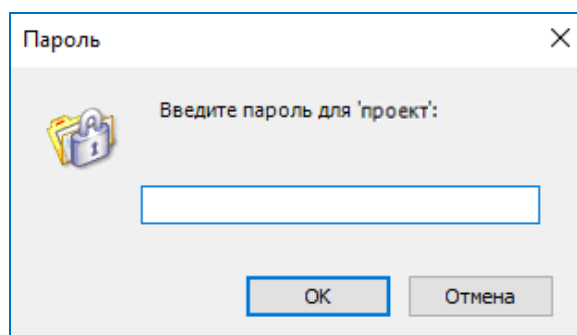

Рисунок 273 – Диалоговое окно ввода пароля при последующем перезапуске проекта
5. Сохраните проект (**Файл (File)** ⇒ **Сохранить (Save)**). Теперь при каждой последующей попытке запустить проект, на экране будет всплывать диалоговое окно с требованием ввести пароль (Рисунок 273).